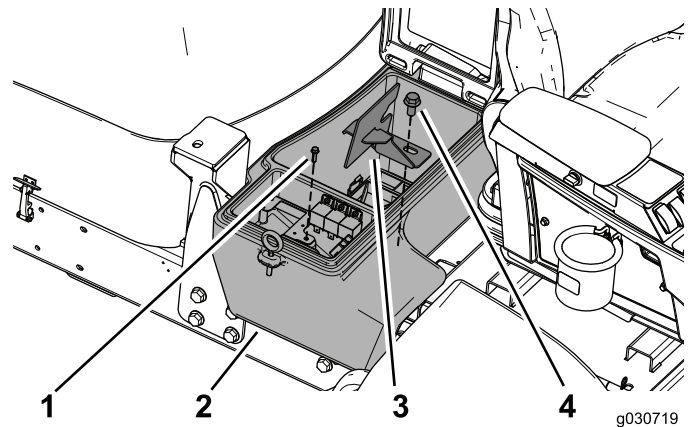

図 22
5. ワイヤハーネスプレートをねじで固定し、バッテリーコンパートメントのクランプとバッテリーコンパートメントをボルト $\frac{1}{2}$ x 1 インチで機体に固定する 図 22。